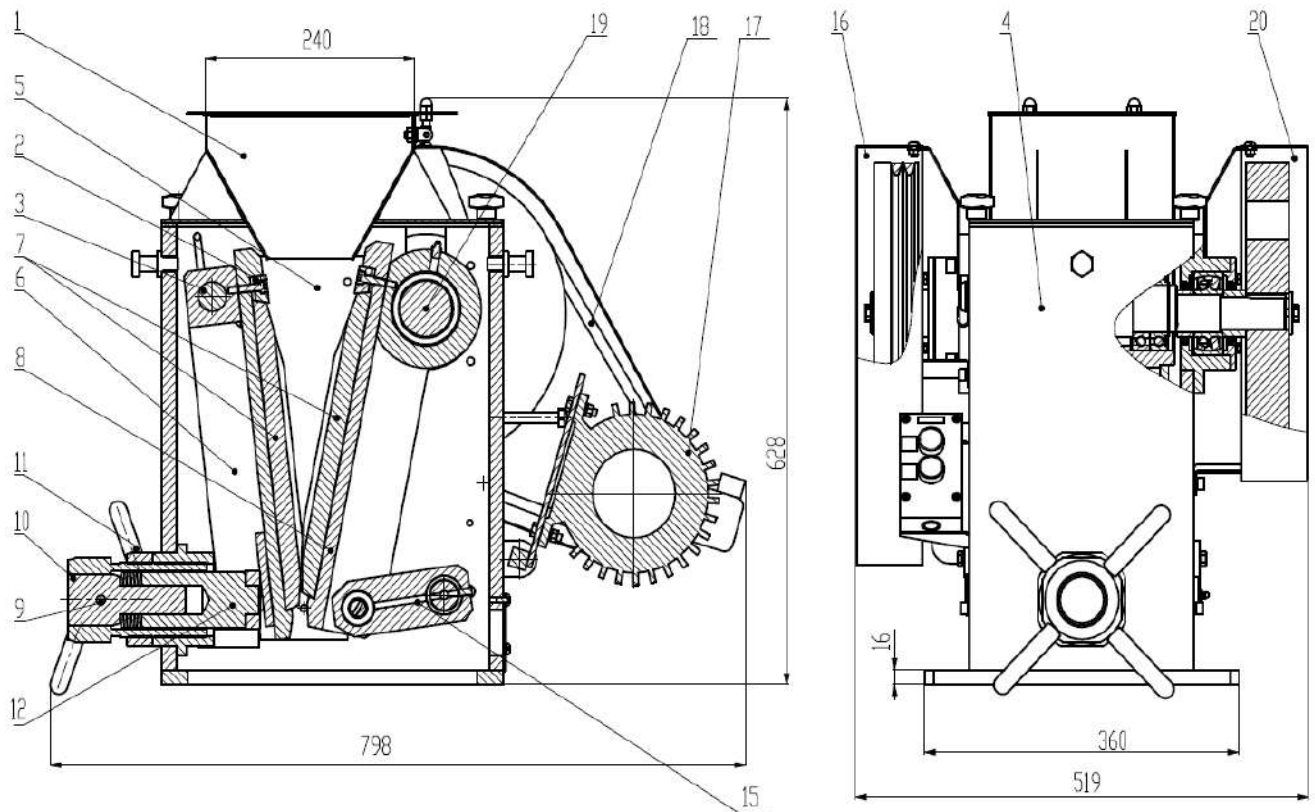

Рис. 1. Дробилка щековая ДЩ 100x200
- Броня (поз. 7 на рис. 1).
- Футеровка (поз. 5 на рис. 1).